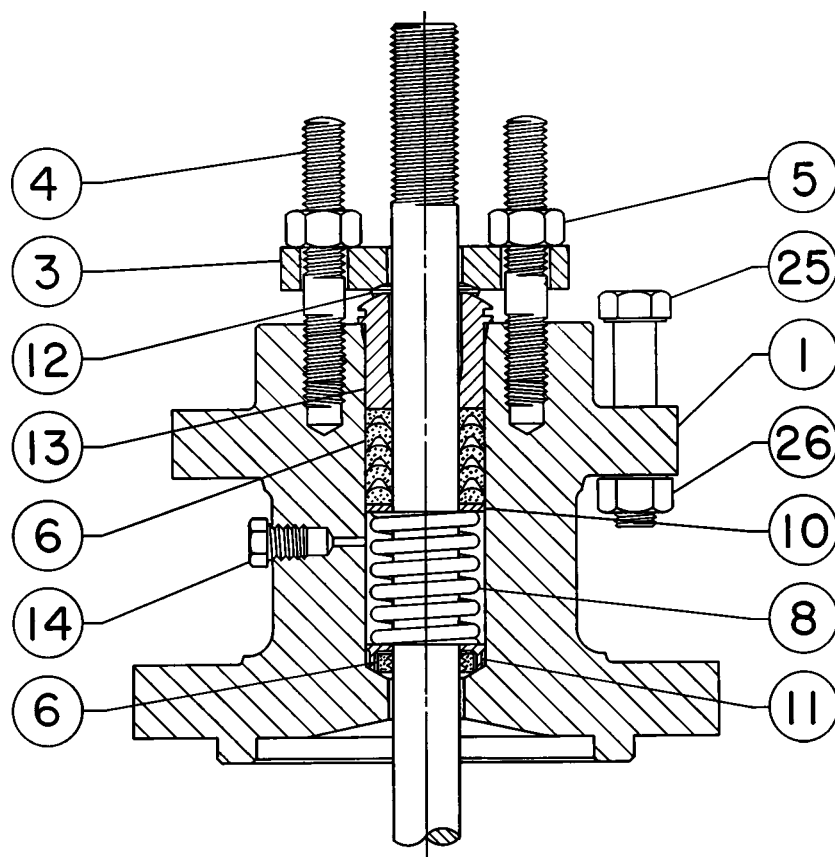

图4. 典型的球形阀阀帽
5. 对具有排漏口的阀帽结构，应从阀帽上拆下1/4英寸NPT（美国标准锥管螺纹）的管塞（图4件14），连上排漏管路。
若对需要润滑的聚四氟乙烯 (PTFE) / 复合材料或其它填料提供了注油器或注油器/隔断阀, 则它将安装在 1/4 英寸 NPT 管塞 (图 4 件 14) 的地方。应使用硅基润滑剂。要操作注油器, 就只要顺时针方向转动那帽螺钉, 迫使润滑剂挤入填料函即可。注油器/隔断阀的操作方法相同, 只是首先打开隔断阀, 而在完成了润滑作用后关闭此隔断阀。
对弹簧加载单个 PTFE V 形填料, 其弹簧 (件 8) 在填料上保持一个密封的作用力。若观察到在填料函盖 (件 13) 周围有泄漏, 则应检查一下要确保填料函盖上的台肩接触到了阀帽。若该台肩没有接触到阀帽, 则应上紧填料法兰螺母 (图 4 件 5), 直至该台肩紧靠阀帽为止。若用此法不能停止泄漏, 则进到更换填料部分的程序。
2. 从阀帽上拆下任何排漏管路。拆开阀杆连接器, 然后松开六角螺母 (图 4 件 26), 从阀门上拆下执行机构。
3. 松开填料法兰螺母 (图 4 件 5), 使得填料在阀杆上压得不紧。从阀杆螺纹上拆下任何行程指示器的零件与阀杆锁母。
当提升阀帽 (图 4 件 1) 时, 一定确保阀芯与阀杆组件仍留在阀门里并在阀座上, 或者将一个阀杆锁母暂时安装在阀杆上。这个锁母将防止阀芯与阀杆组件从阀帽里掉出来。
摇动阀帽或在阀帽与阀体之间撬开来松动阀体与阀帽间用垫圈衬的结合面。在阀帽周围用撬开工具撬动阀帽，直至阀帽松动。若从结合面没有流体泄漏，则完全拆下螺母，并谨慎地提升阀帽（图4件1）。
11. 拆下填料法兰螺母、填料法兰、上滑动片与填料函盖（图4件5、3、12与13）。用圆杆或其它不会刮伤填料函内壁的工具，小心地从阀帽的阀门侧推出所有余下的填料零件。应清洁填料函与金属填料零件。
17. 将填料函盖、上滑动片与填料法兰（图4件13、12与3）滑入位置上。润滑填料法兰柱头螺栓（图4件4）与填料法兰螺母（图4件5）的表面。将填料法兰螺母复位。
18. **对弹簧加载的 PTFE V 形环填料**，上紧填料法兰螺母，直至填料函盖（图4件13）上的台肩接触阀帽。
对其它类型的填料，以小量等增量扭矩交替地上紧填料法兰螺母，直至其中一个螺母达到下表所示推荐的最小扭矩。然后上紧其余的法兰螺母，直至填料法兰（图4件3）与阀杆成90度角。